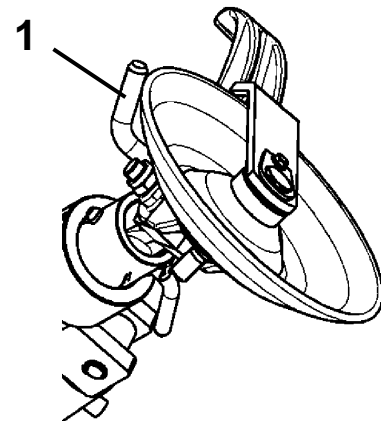

Abb.15a
- G. DER SPANNBOLZEN FÜR DAS WERKZEUG (1, Abb. 15a) DARF NUR BEI VERWENDUNG DES SCHEIBENWERKZEUGS BEI RÄDERN MIT STAHLSEILKERN ANGEWANDT WERDEN.